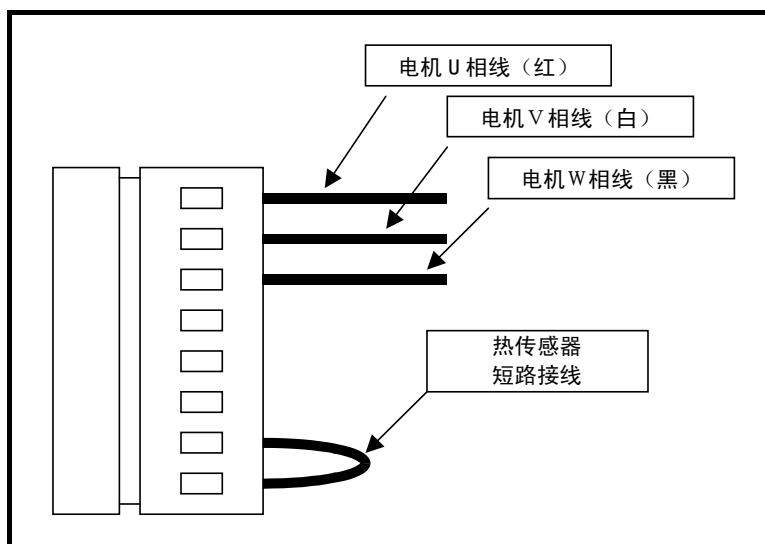

图 A-13：出厂时的电机电缆连接状态
- （1）确认电机电缆的现状为「图 A-13：出厂时的电机电缆连接状态」的状态。